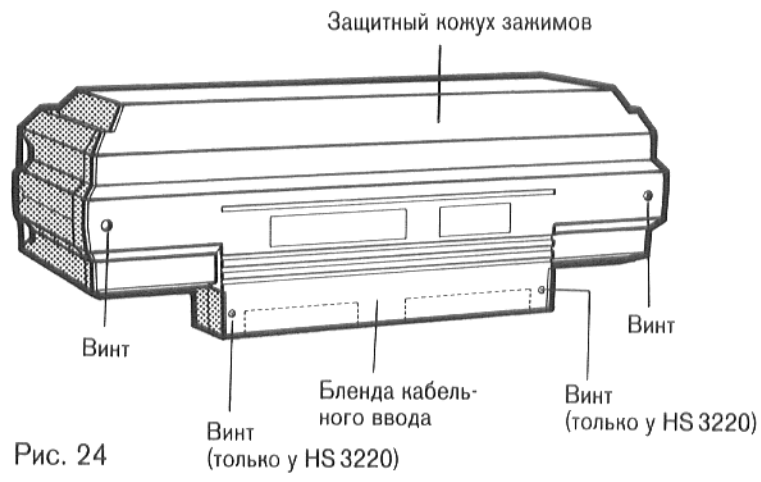

Рис. 24
**Провод горелки** должен, через предусмотренные для этого эластичные кабельные вводы переднего кожуха котла (см. стр. 22, рис. 24), выступать вверх.
- Вывинтить два винта защитного колпачка зажимов (рис. 24). Снять защитный колпачок зажимов.
Вывинтить два винта из покрытия кабельного ввода (рис. 24). Снять отдельно покрытие кабельного ввода.
- Привинтить защитный кожух зажимов, сзади, двумя винтами к регулятору (рис. 24).